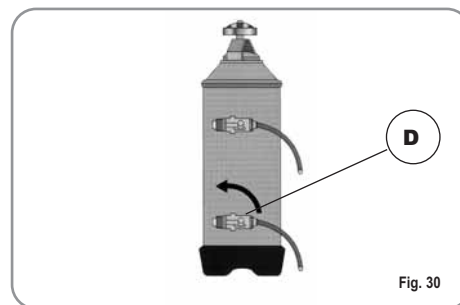

Fig. 30
- 3) Riportare quindi la leva D verso sinistra (Fig. 30).